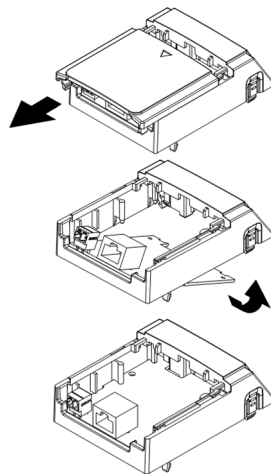

图 8-27
2. 组装配件卡：以滑动的方式将配件卡安装盒上盖从配件卡安装盒上取下，将配件卡的端子台及接头朝上，将配件卡前缘固定在卡槽后，如图 8-27 所示箭头方向，往上压入扣紧。